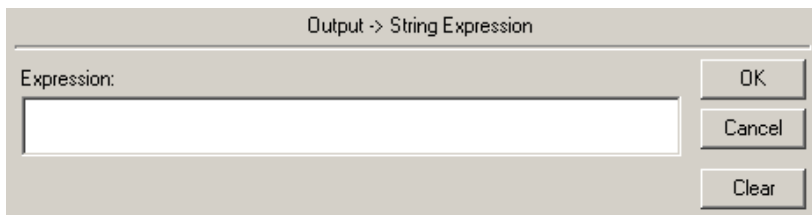

Рис. 53 Диалог настройки вывода на экран текстового значения.
- **Текстовое** - выводит текстовое значение выражения (рис. 53)